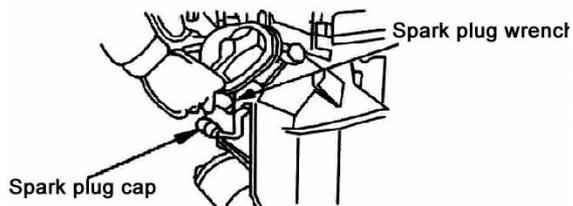

Fig. 23
1) Retirez le capuchon de la bougie , Démontez la bougie avec une clé à bougie. (Figure. 23) .